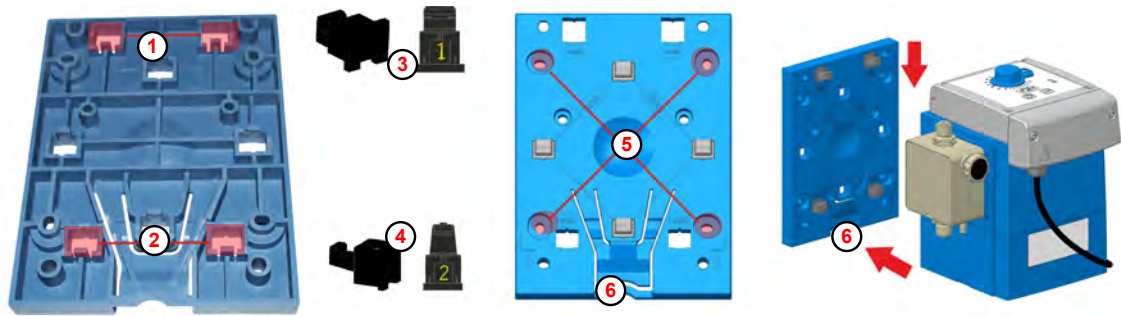

Abb. 5: Vorbereitungen zur Wandmontage
Auf der Unterseite der Montageplatte sind die Öffnungen für die Wandmontage (Abb. 5 , ① bzw. ②) mit der Ziffer 2 gekennzeichnet.